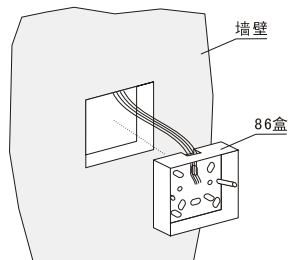

图 2
2. 将连接分机线从86盒进线孔穿过，再将86盒装在槽孔内，并预埋水泥（见图2）。